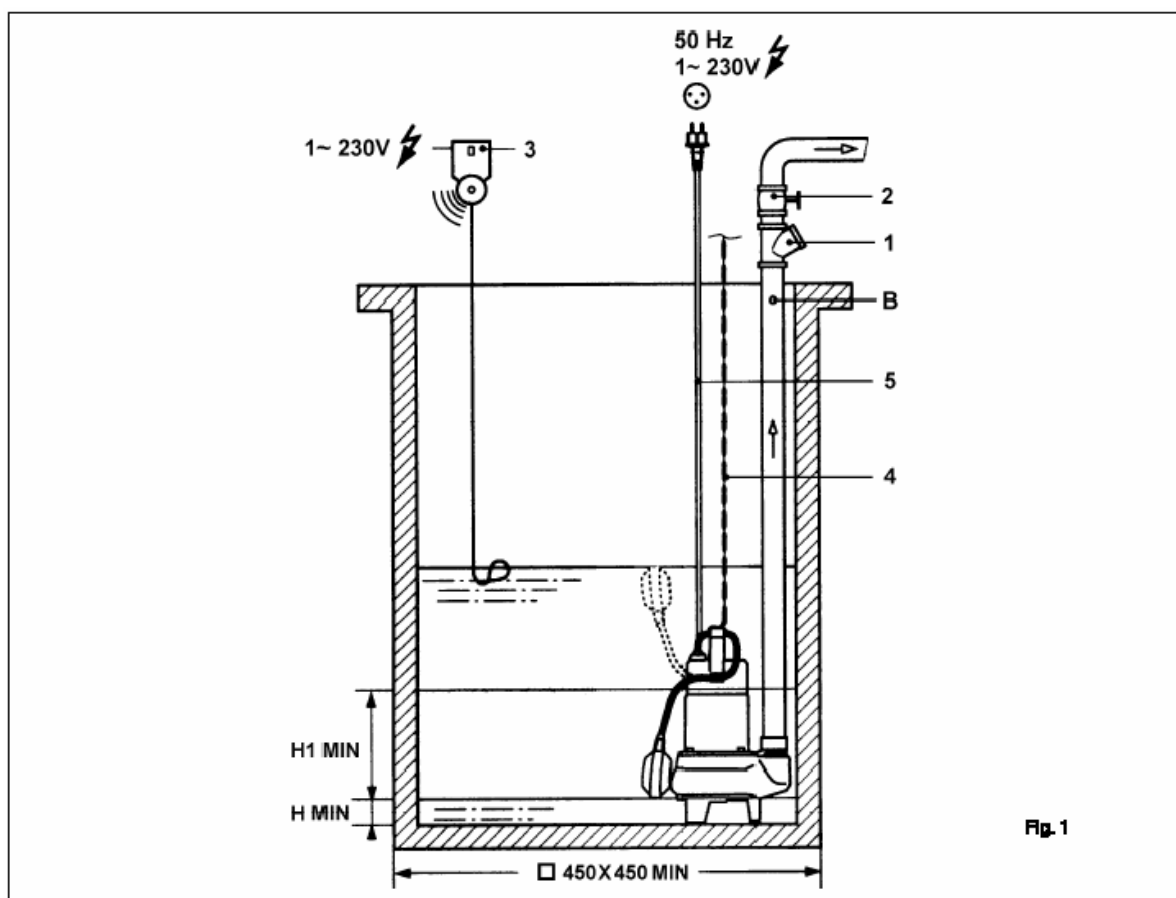

Fig. 1
- Рисунок 1: монтаж с однофазным насосом, со встроенным поплавковым выключателем и звуковой сигнализацией для защиты от перелива (принадлежности)